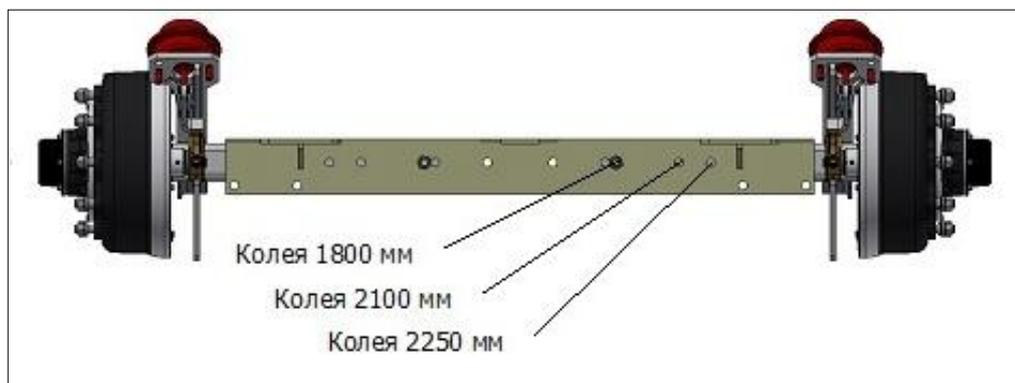

Рисунок 5.3 – Мост (колеса не показаны)
- выставить полуось на необходимую колею (рисунок 5.3).